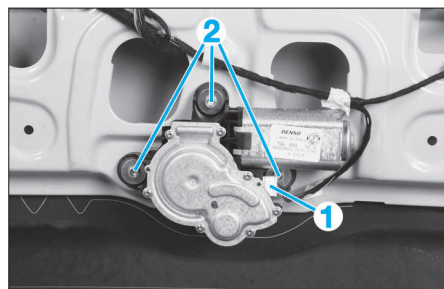

FIG. 95
• Débrancher le connecteur (1) (Fig.95), puis déposer les vis de fixation (2).